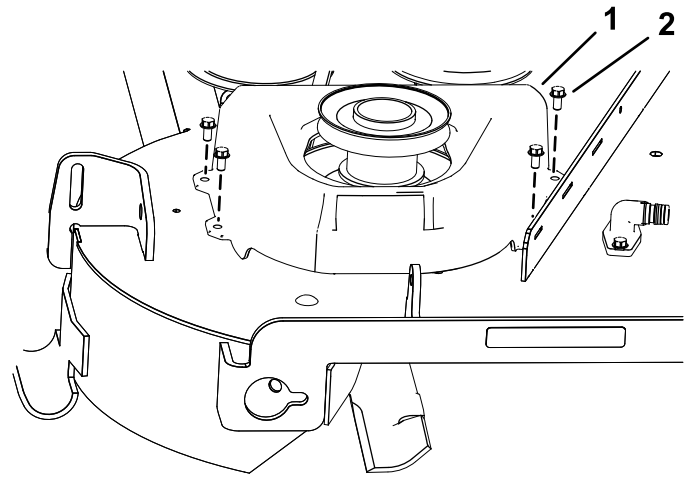

Figura 12
4. Montați noul capac de curea la ansamblul fuliei cu ajutorul celor 4 uruburi cu îndepărtate anterior ( $\frac{1}{4} \times \frac{1}{2}$ " ), în modul prezentat în Figura 12.